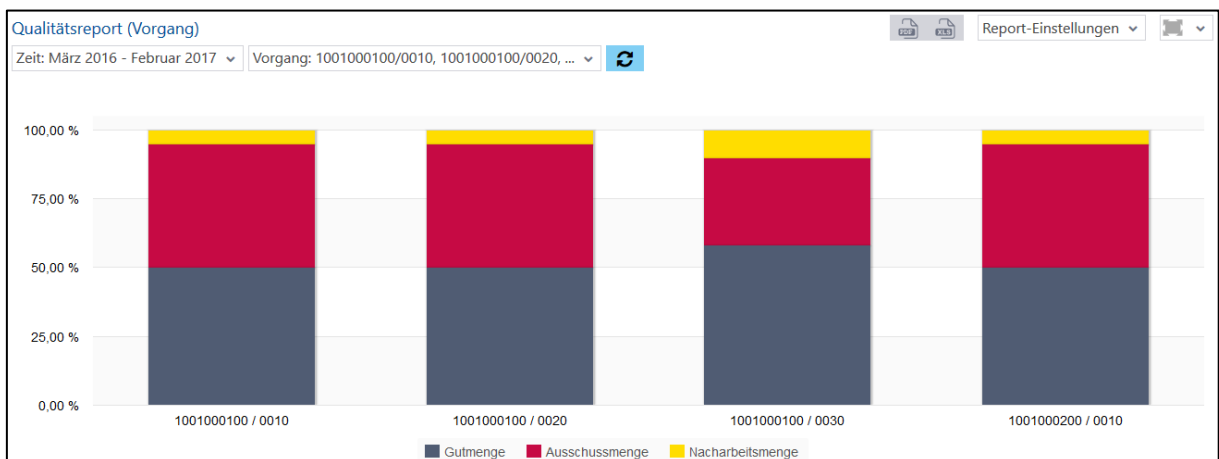

Bild 117: Qualitätsreport (Vorgang) als Säulendiagramm
- Qualitätsreport (Vorgang) als Säulendiagramm (Bild 117):